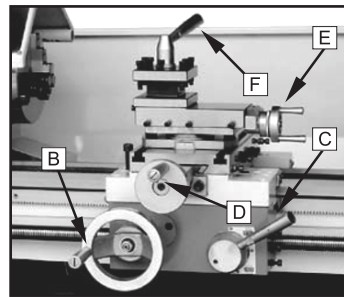

Рис. 15
Продольное перемещение (В, Рис. 15)
Рычаг зацепления полугайки (С, Рис. 15)
Маховичок поперечного перемещения (В, Рис. 15)
13. Рычаг поперечного перемещения верхнего суппорта (Е, Рис. 15)
Зажимной рычаг резцедержателя (F, Рис. 15)